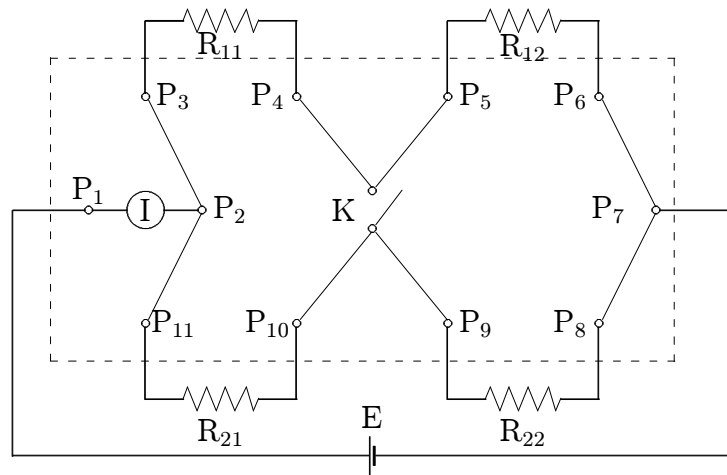

図 4.2: 並列回路 1 の結線図
1. 図 4.2 において抵抗 R_{11} 、 R_{21} 、 R_{21} 、および R_{22} を接続する。